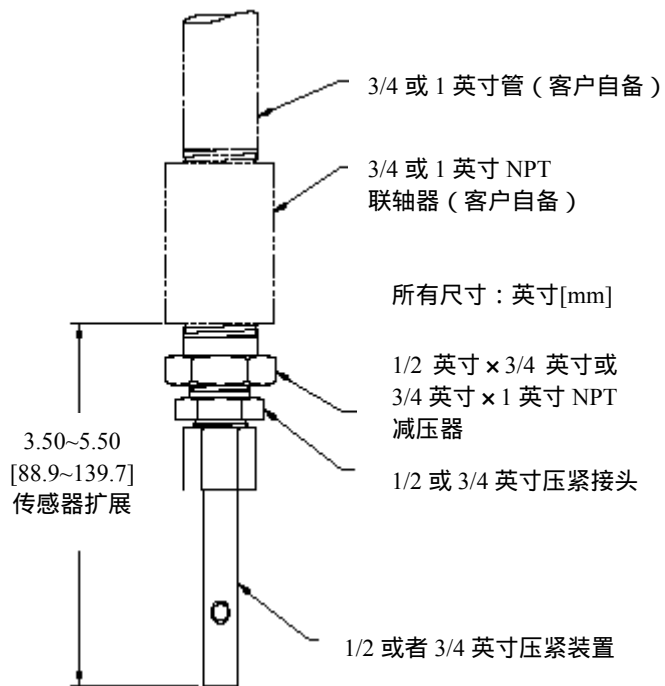

图 2-4 浸入式安装详图
| 图 2-4 | 浸入式安装详图 | 7 |
1. 将压紧接头组件倒置于传感器上，这样更长的螺纹部分将朝向传感器的电缆端（如图 2-4）。